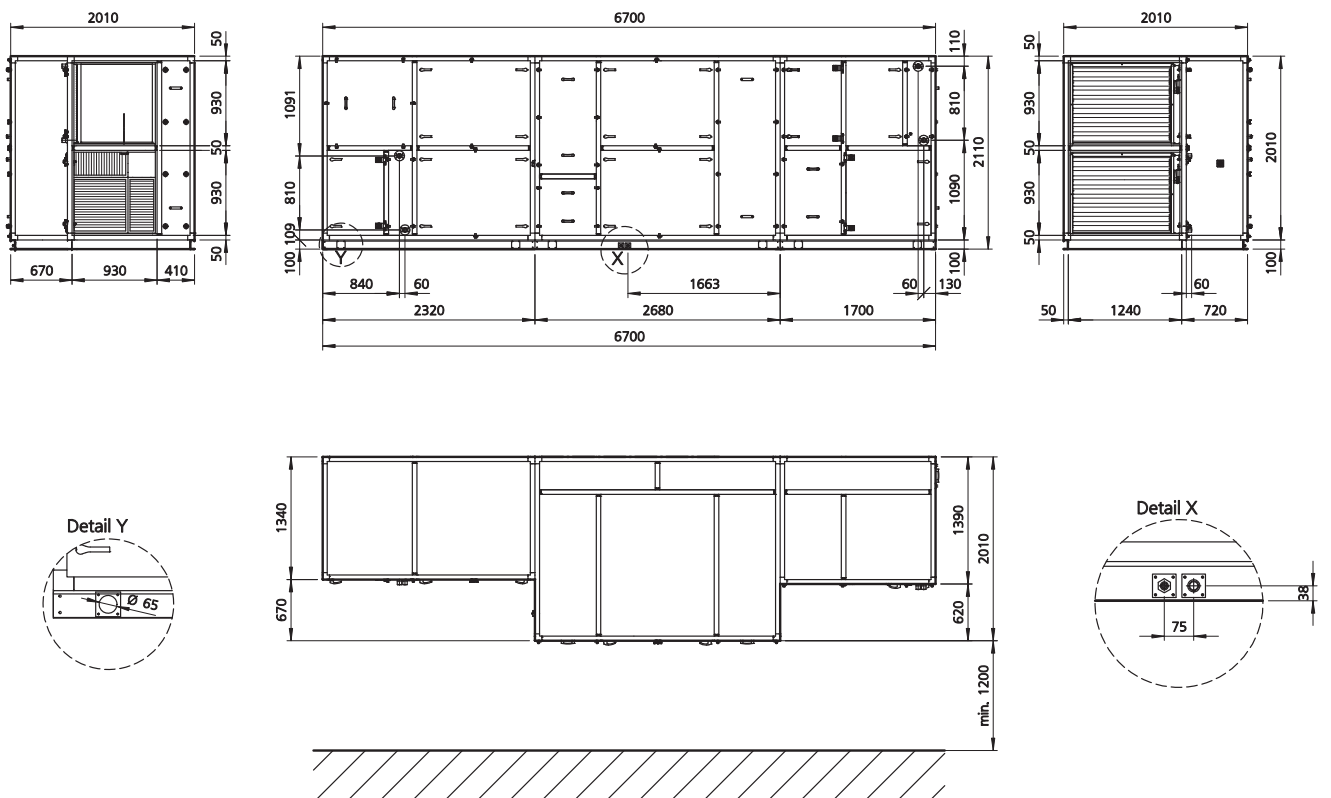

Abb. 2-3: KLIMANAUT 60 Innenaufstellung ohne Schalldämpfer
- Beachten Sie bei der Montage des Geräts die Mindestabstände für Wartung und Revision, wie in Abb. 2-3 bis 2-6 auf S. 14 und 15 dargestellt.